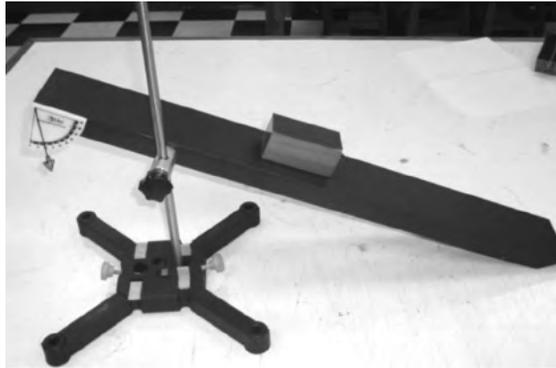

Figura 11.4 Sistema Plano inclinado
1. Realice el montaje mostrado en la figura 11.4, colocando el bloque de tal manera que la cara cuya superficie es madera esté en contacto con la superficie del plano inclinado (inicialmente horizontal).